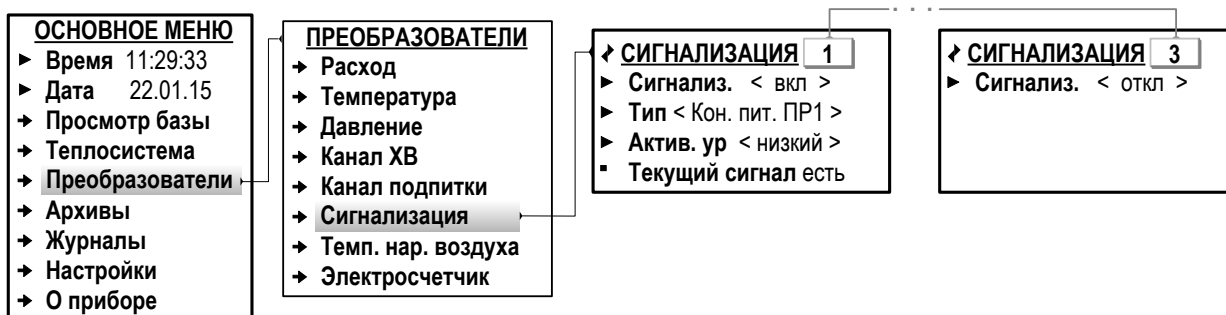

Рис.27. Вид меню настройки входов «Сигнализация» (режим СЕРВИС).
6.5.3.2. Вид меню **Преобразователи / Сигнализация** для настройки входов DIR1, DIR2, DIR3 приведен на рис.27. Меню настройки становится доступным после установки значения **вкл** для параметра **Сигнализ.**